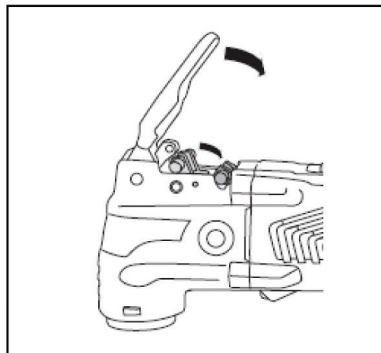

Рис. 6
3. Закройте рычаг шпинделя для фиксации насадки на шпинделе (Рис. 6).